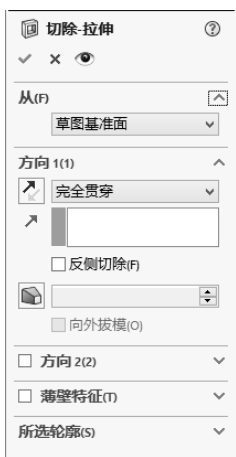
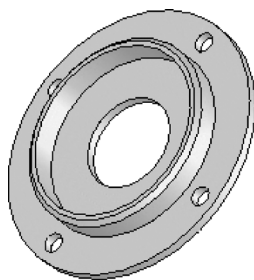

图 9-22 “切除-拉伸”属性管理器
图 9-23 切除拉伸实体
**04** 切除拉伸实体。选择菜单栏中的“插入”→“切除”→“拉伸”命令，或单击“特征”控制面板中的“拉伸切除”按钮，系统弹出“切除-拉伸”属性管理器；设置终止条件为“完全贯穿”，图形窗口将高亮显示，如图 9-22 所示；其他选项保持系统默认设置，单击“确定”按钮完成拉伸切除，如图 9-23 所示。